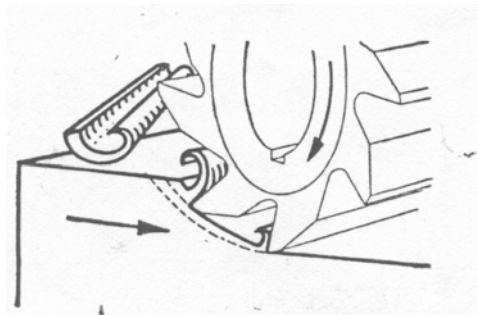

figura 1.6 - fresamento cilíndrico tangencial
1.2.1. *fresamento tangencial*: operação na qual as arestas cortantes ativas estão na superfície cilíndrica da ferramenta (fresa). O eixo da fresa neste caso é paralelo à superfície gerada, figura 1.6;